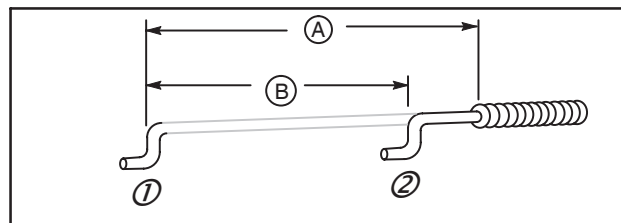

Fig. 54
L'équipement Choke-A-Matic® est standard sur les moteurs Modèles 92900 (Types inférieurs à 0500) et 92500 (Types inférieurs à 0600). La commande à distance doit être à action positive (le câble sort de la gaine de 54 mm, A) quand le levier est déplacé de STOP (2) à STARTER ou START (1). Une course minimum de 35 mm (B) est nécessaire si la commande à distance est montée, Fig. 54.